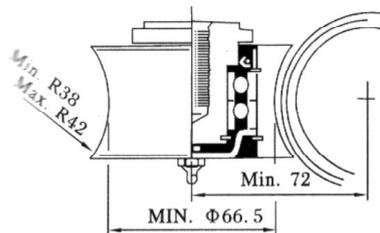

图1.6-1 导向滚轮与立杆中心距极限值
- (1) 检查各导向滚轮、背轮及滑轮的轴承运行情况，酌情进行调整与更换；
- (2) 检查各导向滚轮的磨损情况（见图1.6-1的规定）。调整各导向滚轮与标准节立杆的 $0.5\text{mm}$ 规定间隙；